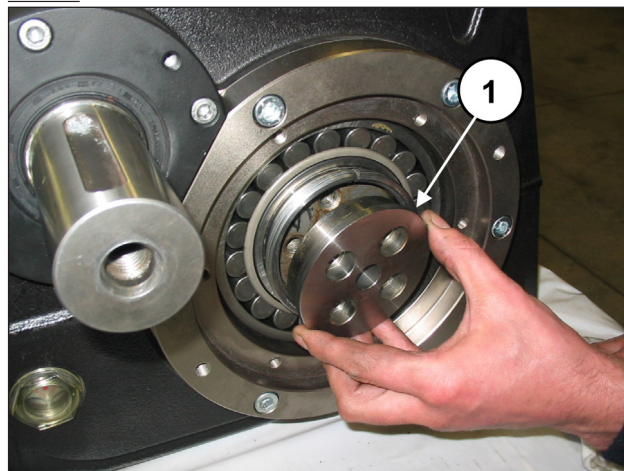

Fig. 79
Introducir las bridas de bloqueo del casquillo dentro de los casquillos cónicos (pos. ①, Fig. 79).